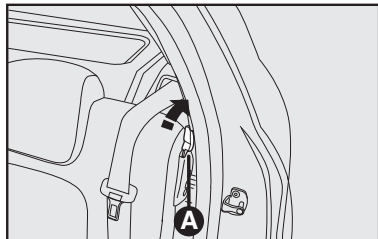

fig. 111
4) Desencaixar o encosto, movendo as alavancas laterais A-fig. 111 no sentido da seta.
Para isso, destravar a alavanca da direita ou da esquerda **A-fig. 111** e rebater para a frente o encosto até obter uma única superfície de carga.